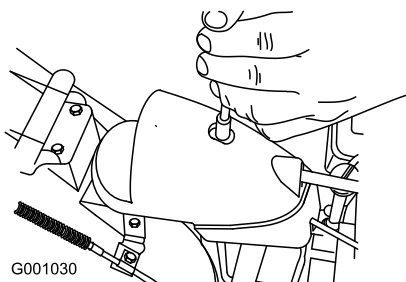

Figure 57
1. Retirez la fixation du couvercle du secteur denté (Figure 57), soulevez l'avant du couvercle et faites-le coulisser en arrière de façon à l'écarter.